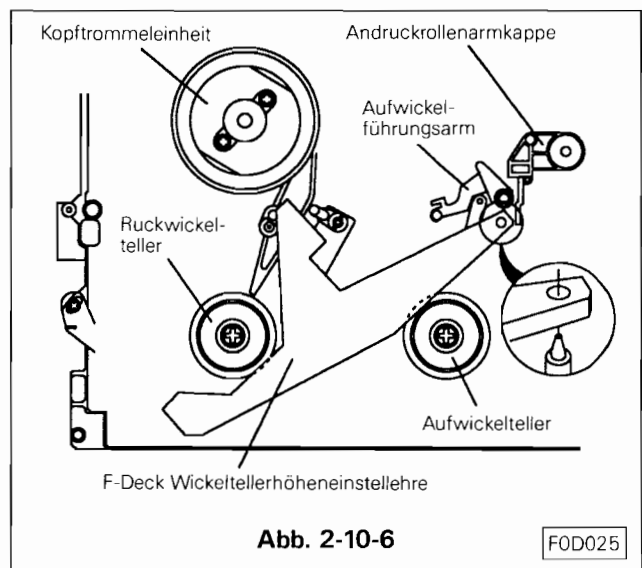

Abb. 2-10-6
- J. Die Wickeltellerhöhereinstellehre (Best. -Nr. 859C342000) in die entsprechende Position Punkt A einsetzen. (Siehe Abb. 2-10-6)
- Die Wickeltellerhöhen-einstellehre (Best. -Nr. 859C342000) in die entsprechende Position Punkt A einsetzen. Siehe Abb. 2-10-6.
- Die Wickeltellerhöheninstellehre für das F-Chassis einsetzen, (siehe Abb. 2-10-6) die Höhe des Bandführungsarms mit der Befestigungsschraube so einstellen, daß die untere Flanke des Führungsbolzens gleiche Höhe hat mit dem Punkt B für das F-Chassis. (Siehe Abb. 2-13-2)